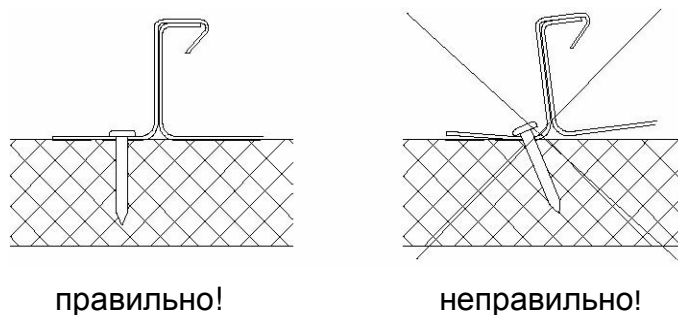

рис. 3: Забивание гвоздей крепления
- Закрепляя кляммеры, следует обратить внимание на то, чтобы гвозди или саморезы вертикально входили в обрешётку (рис. 3).